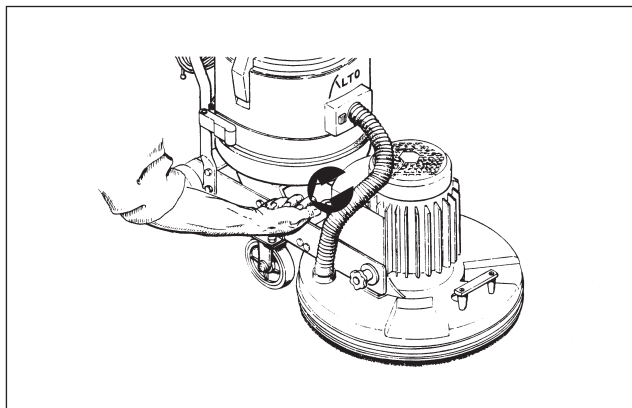

Рисунок 16
3. Ослабьте напор, пока резиновое основание не коснется основной станины. (См. рисунок 16) Натяните, пока резиновое основание не коснется основной станины. Отрегулируйте работу машины, потом установите выше или ниже, чтобы получить необходимый результат шлифования.